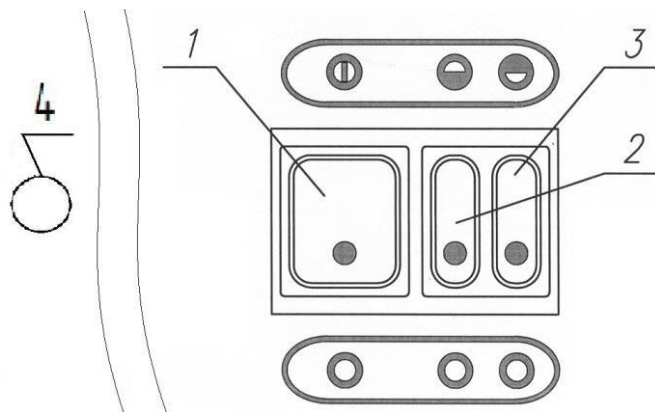
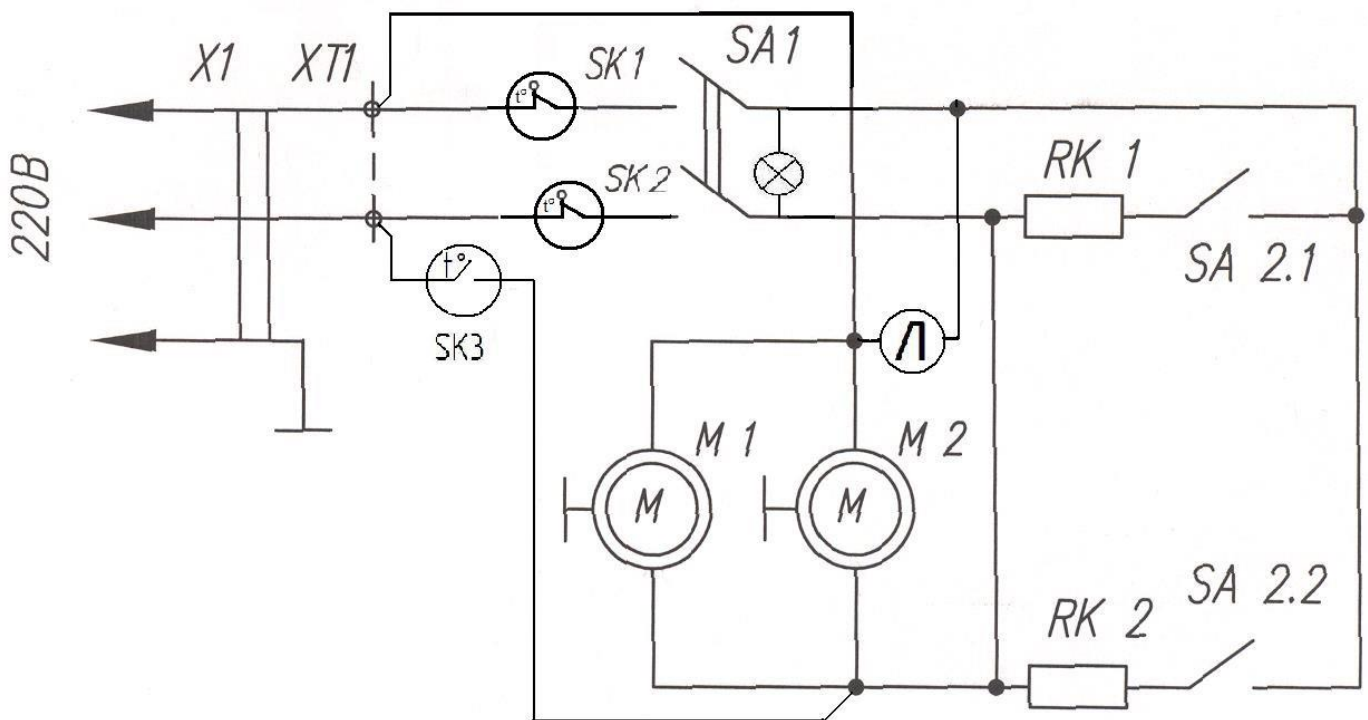

Рис. 1 Клавиши управления
Рис.2 Схема электрическая принципиальная
Тепловая завеса состоит из корпуса, на котором установлены два вентилятора и два нагревательных элемента. Сверху завеса закрыта обтекаемым кожухом. Забор воздуха осуществляется через отверстия в кожухе, выход через жалюзи в корпусе. Справа от жалюзи на корпусе находятся клавиши управления тепловой завесой. Схема электрическая принципиальная приведена на рис.2. Положение клавиши управления на рис.1.
7.1.1 Для включения режима воздушной завесы необходимо включить клавишу сетевого выключателя (поз.1, рис.1) в положении , при этом включаются вентиляторы и загорается подсветка клавиши, создается режим «воздушный занавес».